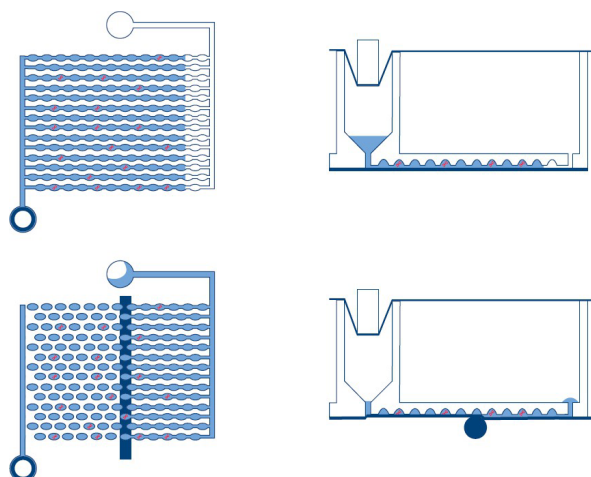

Figura 1. Esquema de llenado y partición de un pocillo.
- **Partición:** en el primer módulo del instrumento, los microcanales y las particiones de la placa se llenan con el material de muestra y la mezcla de reacción de dPCR. Esto se logra mediante pasadores de émbolo que comprimen el sello elástico superior de la nanoplaca sobre cada pocillo. Esto crea una presión positiva que bombea el líquido del pocillo de entrada hacia los microcanales y las particiones. Posteriormente, los canales de conexión entre las particiones se sellan mediante la activación de un adhesivo sensible a la presión a través de un proceso de laminación controlado por presión (consulte la Figura 1).
- **Obtención de imágenes:** el paso final del proceso es la adquisición de imágenes, que captura la señal de cada partición de los pocillos de la nanoplate. En el modo de utilidad, el usuario puede configurar los canales de detección y los ajustes de obtención de imágenes utilizando la funcionalidad de configuración del experimento dentro del Software Suite. En el modo IVD, los ajustes de obtención de imágenes están preestablecidos en condiciones optimizadas, por lo que no requiere configuración por parte del usuario. Las particiones que contienen una molécula diana emitirán fluorescencia con mayor intensidad que las particiones sin diana (consulte la Figura 1). Para obtener más información y conocer las especificaciones del sistema de obtención de imágenes, consulte la sección 8 Especificaciones técnicas.